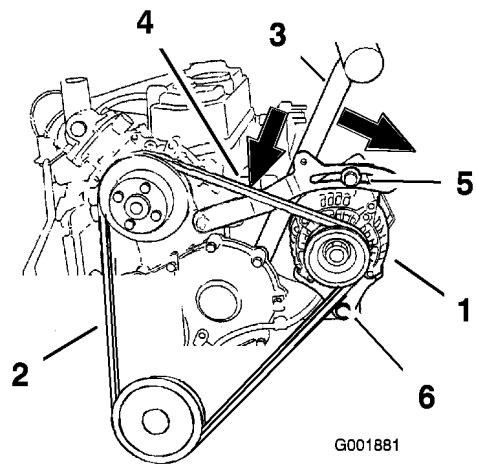

Bild 62
5. Lösen Sie die beiden Befestigungsschrauben der Lichtmaschine (Bild 62).
6. Nehmen Sie den Riemen von den Scheiben und der Lichtmaschine ab (Bild 62).
7. Montieren Sie den neuen Riemen um die Spannscheiben und die Lichtmaschine (Bild 62).
1. Legen Sie einen Griff zwischen die Lichtmaschine und den Motorblock (Bild 62).
2. Richten Sie die Lichtmaschine nach außen so aus, dass der Riemen zwischen Motor und Lichtmaschine 10 bis 13 mm durchhängt (Bild 62).
5. Wenn die Riemenspannung korrekt ist, ziehen Sie die obere Schraube auf 19 Nm und die untere Schraube auf 61 Nm fest (Bild 62).